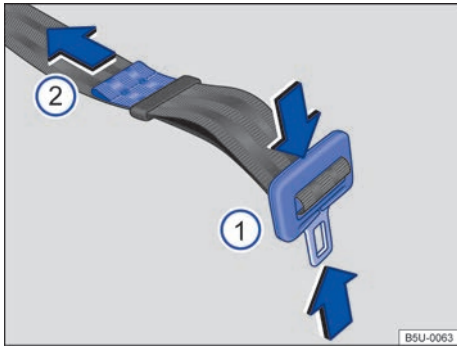

Fig. 57 Ajustar la banda del cinturón de seguridad subabdominal.
- Presionar la lengüeta ⇒ fig. 57 ① y extender totalmente el cinturón de seguridad.
- Apretar la lengüeta contra el cierre del cinturón de seguridad y tirar del extremo ② en el sentido de la flecha, hasta alcanzar una holgura máxima de 5 cm (3 dedos) en la región del abdomen.